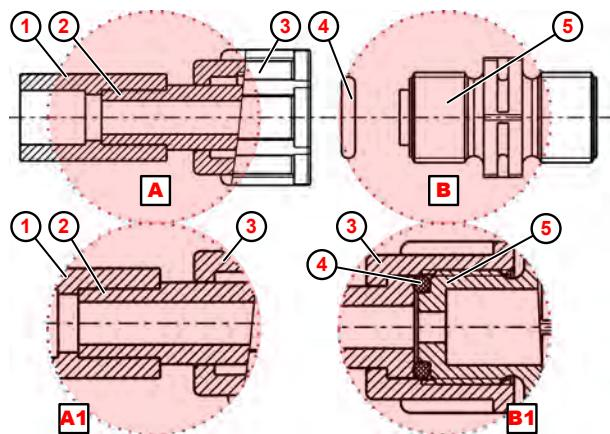

Fig. 10: Collegamento del tubo con connessione saldata
- ① Collegamento da saldare
- ② Tubo rigido o flessibile
- ③ Dado per raccordi
- ④ O-ring
- ⑤ Valvola di aspirazione, di mandata
1. ➔ Saldare la connessione saldata (Fig. 10 , ①) con il collegamento sul posto.
2. ➔ Inserire l'O-Ring ④ nel dado della valvola di aspirazione/di mandata ⑤ .
3. ➔ Serrare il il dado per raccordi ③ (dettaglio **B1**).